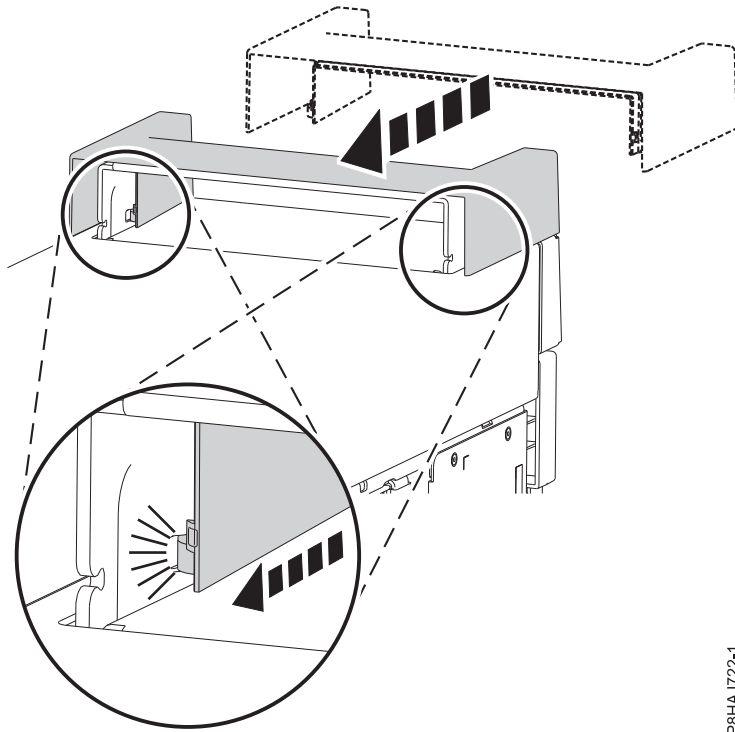

Figure 84. Mise en place de la poignée sur un système autonome 8286-41A
1. Fixez la poignée à la station d'accueil RDX interne (FC EUA3) en la faisant coulisser vers l'arrière du système. Voir figure 84.